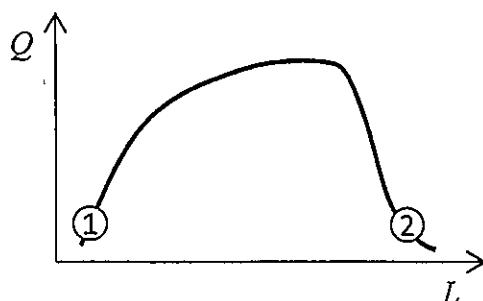

図 1-3
- (2) 流路内の速度場と温度場が未発達である場合も含めて考える。流路の入口と出口の圧力差  $\Delta P$  を一定に保ったまま  $L$  を変化させた場合、単位時間あたりの総伝熱量  $Q$  は図 1-3 に示すように  $L$  に対して極大値をとる。なお、 $L$  に伴って流量が変化することに注意すること。
1. 流路内の流れは、図 1-3 中の①において速度・温度境界層の厚さが  $H$  に比べて十分に小さい境界層流れとなり、②において速度・温度場が完全に発達した流れとなる。①と②の間で  $Q$  が極大値をとる理由を説明せよ。
2. 密度、粘性係数、比熱が水と同じであり、熱拡散率（温度伝導率）が水よりも大きい流体を用いた場合、図 1-3 の曲線が①と②においてどのように変化するか、理由も含めて説明せよ。